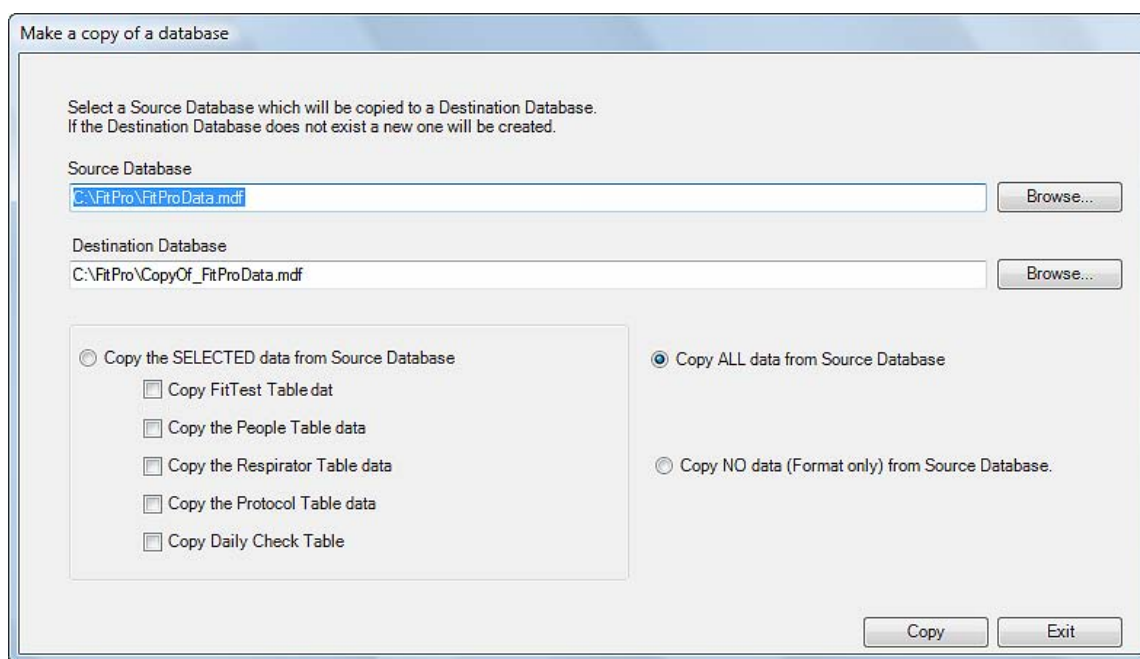

Ilustración 24. Cuadro de diálogo Make a Copy of a Database (Realizar una copia de una base de datos)
1. Seleccione **D**atabase | **C**opy (Base de datos | Copiar). Aparecerá el cuadro de diálogo Make a Copy of a Database (Realizar una copia de una base de datos) (Ilustración 24).